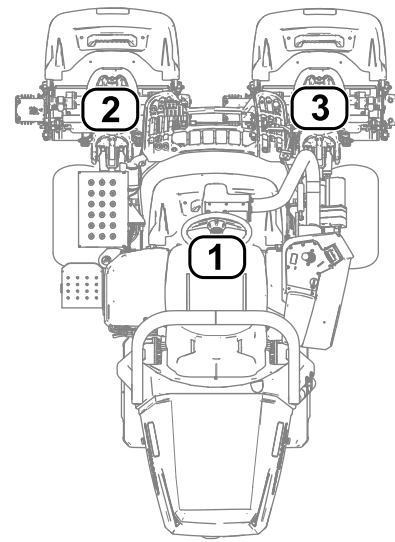

Bild 25
- **1** bezieht sich auf das mittlere Mähwerk (Bild 25)
- **2** bezieht sich auf das vordere linke Mähwerk (Bild 25)
- **3** bezieht sich auf das vordere rechte Mähwerk (Bild 25)